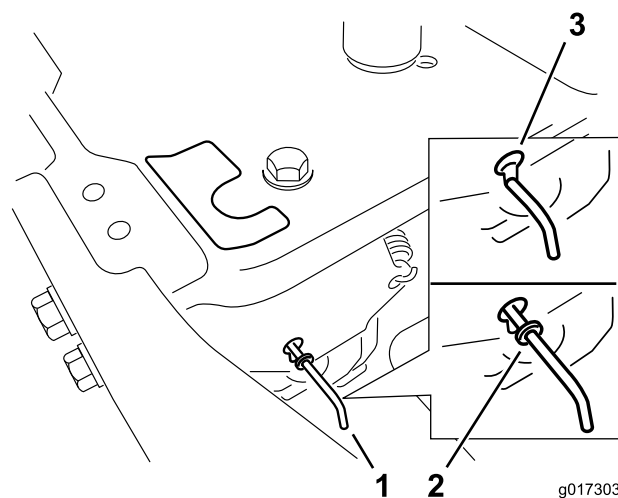

Figura 22
4. Mueva las palancas de desvío hacia delante a través del orificio y hacia abajo para bloquearlas en esa posición (Figura 22).
Mueva las palancas de desvío hacia atrás a través del orificio y hacia abajo para bloquearlas en esa posición, según se muestra en Figura 22.